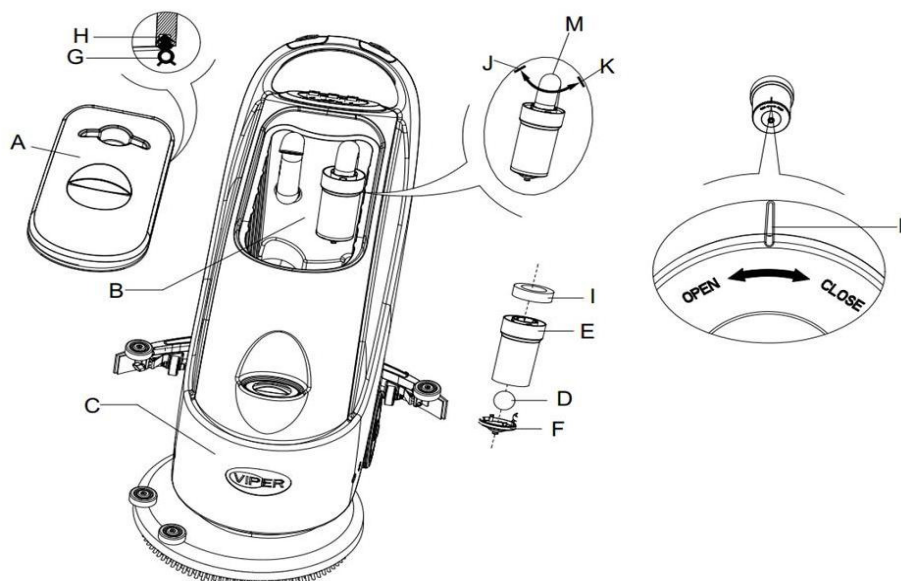

Figura 11
2. Presione el interruptor de encendido (38) en posición "O" para apagar la máquina.
3. Abra la tapa del tanque de recuperación (A, Figura 11) y retire el dispositivo del flotador (36) del tanque de recuperación.
4. Use agua fresca para lavar la tapa del tanque de recuperación (A), el tanque (B y C), y el bastidor del filtro del flotador (E). A través del Tubo de Recuperación (15), vacíe toda agua del tanque.
5. Si hace falta, siga los símbolos "Abierto" y "Cerrado" como se indica en la Figura 11, abra la tapa inferior (F) del filtro del flotador y limpie el flotador (D), su filtro, el bastidor (E), y la esponja del filtro. Después de limpiar, fije el flotador sobre el bastidor del filtro (E), luego alinee la ranura marcada (L) de la tapa inferior (F) del filtro del flotador con la ranura marcada (L) del bastidor del filtro (E). Apriete la tapa inferior (F) del filtro del flotador y fije la esponja del filtro (I) sobre el bastidor (E), y luego sobre la manguera de aspiración (M).
6. Compruebe la integridad del anillo de sellado (G) de la tapa del tanque de agua.
Si es necesario, la tira de sellado del tanque de agua (G) se puede sacar de la ranura (H) y ser reemplazada. A la hora de ensamblar una nueva tira de sellado del tanque de agua, como indica la Figura 11 más abajo, instale el conector en la sección central de la parte posterior.
7. Compruebe si la superficie de recepción de la tira de sellado (G) está intacto y sella adecuadamente.
8. Cierre la tapa del tanque de recuperación (A).